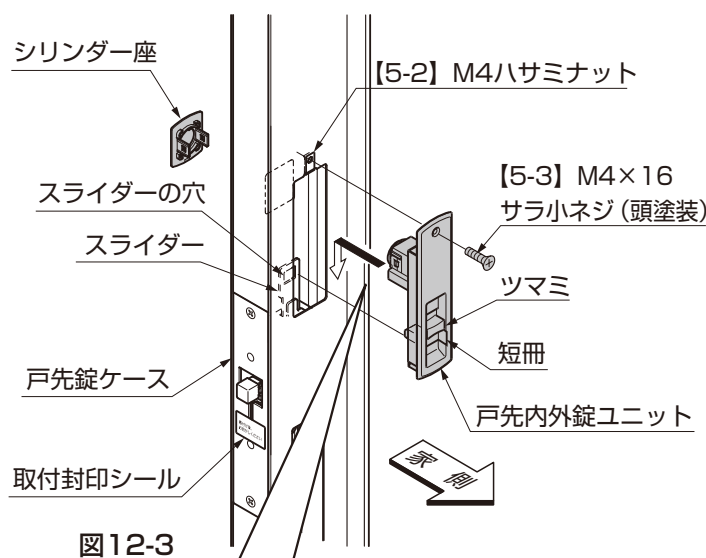
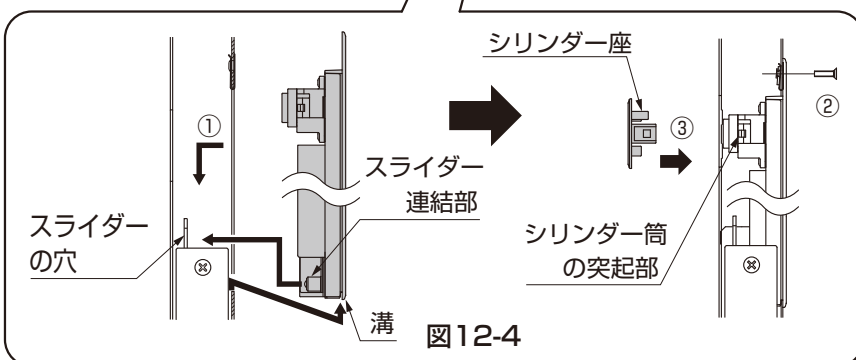

図12-3
図12-4
- ①合掌框に【5-2】を差込んでください。(図12-3参照)
- ②戸先内外錠ユニットのスライダー連結部をスライダーの穴に合わせて、溝を合掌框に差込んで【5-3】で取付けてください。(図12-3、図12-4参照)
- ③道路側からシリンダー筒の突起部に合わせてシリンダー座を差込んでください。(図12-3、図12-4参照)
- ④短冊と取付封印シールを取除いてください。